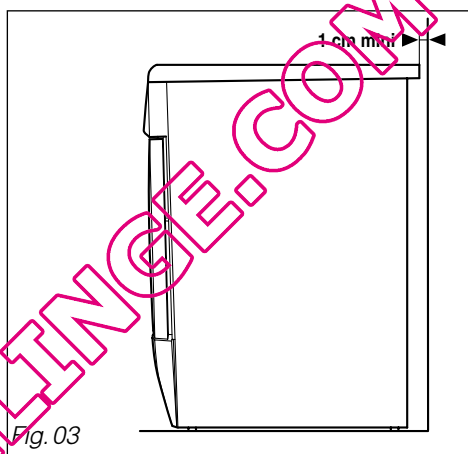

Fig. 03
*Votre sèche-linge dégage de la chaleur si vous le placez à côté d'un autre appareil ou d'un meuble, nous vous conseillons de toujours laisser entre eux un espace pour faciliter la circulation de l'air (Fig. 03).*